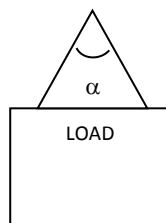

Fig.1
- Las eslingas en los cáncamos deben formar un ángulo de 50º-70º, aunque siempre teniendo en cuenta que éstas no rocen o puedan dañar alguno de los elementos de la tapadera u otros accesorios.(Fig.1)